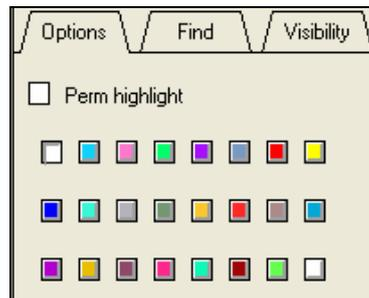

图 9-15 Options 选项卡
(1) 选择 Display|Hilight 命令。
(2) 打开如图 9-15 所示的控制面板中的 Options 选项卡，单击某一个颜色框，表示当前要高亮显示的网络使用该颜色。